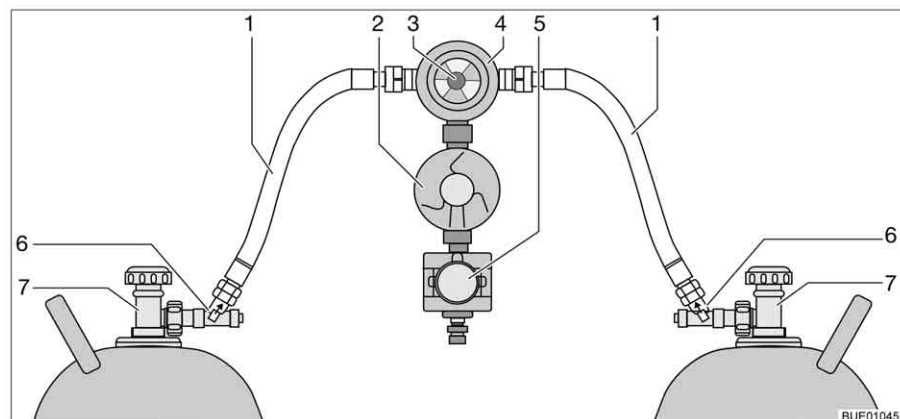

Fig. 127 Dispositif de commutation Crash Protection Unit
La Crash Protection Unit se compose de deux limiteurs de débit à verrouillage manuel (Fig. 127,6), d'une valve de commutation (Fig. 127,4) avec régulateur de pression (Fig. 127,2), d'une électrovanne (Fig. 127,5) et d'une unité de commande à DEL de trois couleurs. La valve de commutation est montée entre les deux lyres (Fig. 127,1).
Un bouton rotatif (Fig. 127,3), situé sur la valve de commutation, permet de définir laquelle des bouteilles de gaz est celle de service et laquelle est celle de réserve.
Seules les fonctions électriques peuvent être activées sur l'unité de commande (Fig. 128). Les robinets principaux des bouteilles de gaz (Fig. 127,7) et les dispositifs de déverrouillage (Fig. 127,6) doivent être ouverts manuellement.
- Ouvrir les robinets principaux des bouteilles de gaz (Fig. 127,7).
- Appuyer sur les dispositifs de déverrouillage (Fig. 127,6) l'un après l'autre pendant 10 secondes.
- Choisir la bouteille de gaz avec le bouton rotatif (Fig. 127,3) de la valve de commutation (Fig. 127,4) à partir de laquelle le gaz sera utilisé principalement (bouteille de service).
- Fermer les robinets principaux des bouteilles de gaz (Fig. 127,7).